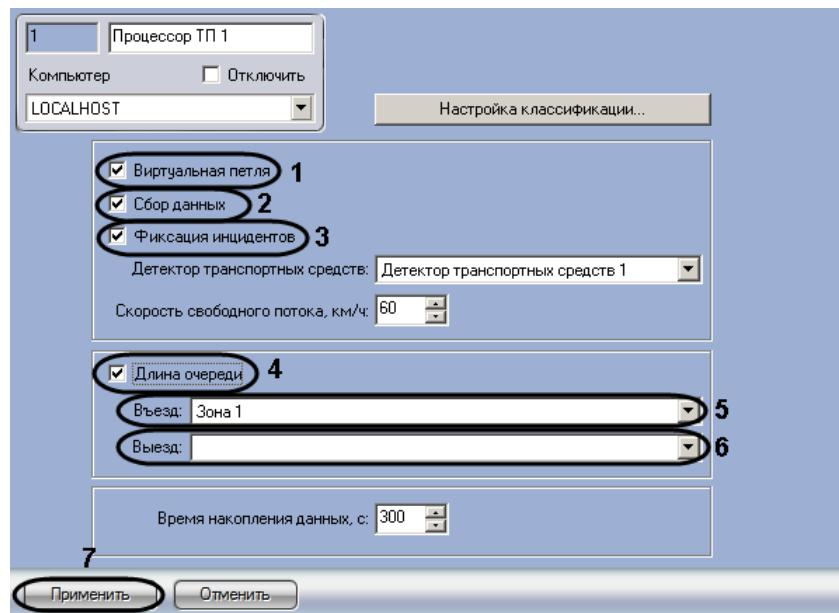

Рис. 7.7—10. Выбор режима работы модуля «Процессор транспортного потока»
1. Перейти на панель настройки объекта «Процессор ТП» (см. Рис. 7.7—10)
2. Для включения режима работы имитации виртуальной петли установить флажок «Виртуальная петля» (см. Рис. 7.7—10, 1). Результатом работы в данном режиме является ретрансляция событий о въезде/выезде транспортного средства из зоны детектирования, регистрируемых модулем «Детектор транспортных средств». По умолчанию события ретранслируются без сохранения в базе данных процессора транспортного потока. Чтобы включить сохранение событий в базе данных, необходимо выполнить шаг 3.
3. Для включения режима сбора и записи данных о транспортных потоках в базу данных процессора транспортного потока установить флажок «Сбор данных» (см. Рис. 7.7—10, 2)
4. Для включения режима фиксации и записи инцидентов в транспортном потоке в базу данных процессора транспортного потока установить флажок «Фиксация инцидентов» (см. Рис. 7.7—10, 3)